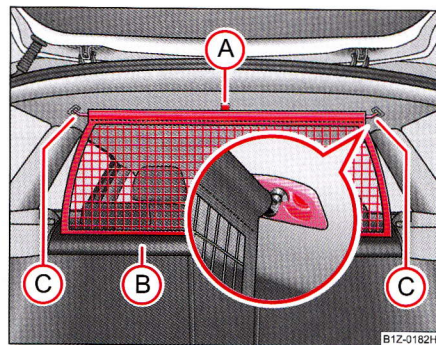

Fig. 86 Desfacerea peretelui despărțitor
- Trageți bara în spate din suporturile din plafon, mai întâi pe o parte, apoi pe partea cealaltă, și scoateți-o din suporturi (C) ⇒ pagina 98, fig. 86.
- **Susțineți** bara transversală astfel încât peretele să se poată rula încet și fără să se deterioreze, în carcasă (B).